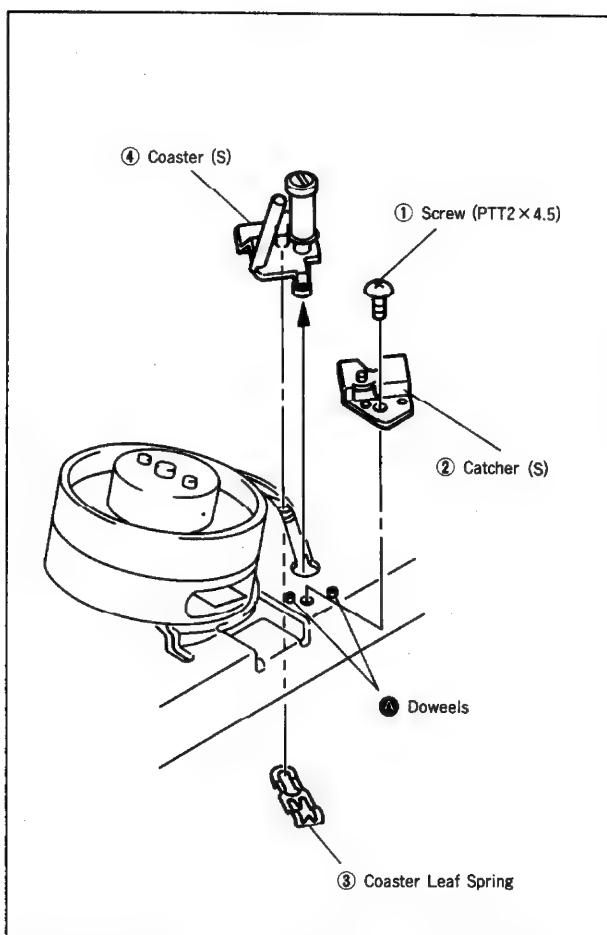

Fig. 26
#### 4-20. COASTER (S) (Fig. 26)